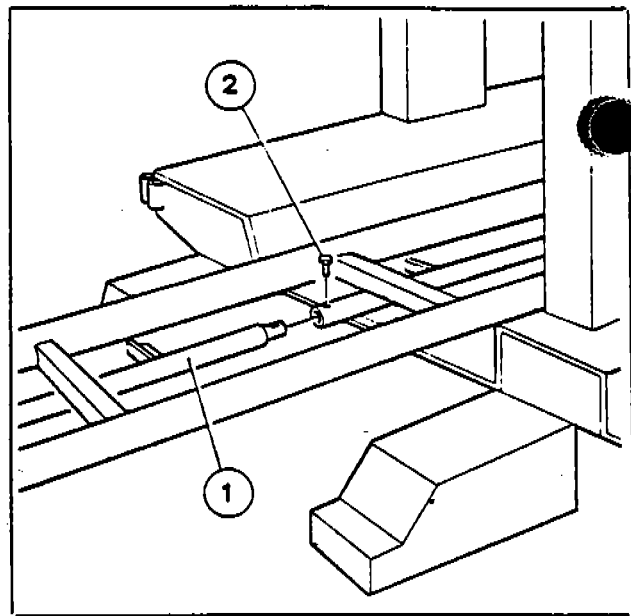

Fig. 25
- Controllando la sigla riportata sul supporto conduttura, fisso sul carro (lato anteriore), inserire il settore conduttura/supporto (1-Fig. 25) corrispondente e fissare con viti (2-Fig. 25). Serrare con chiave.